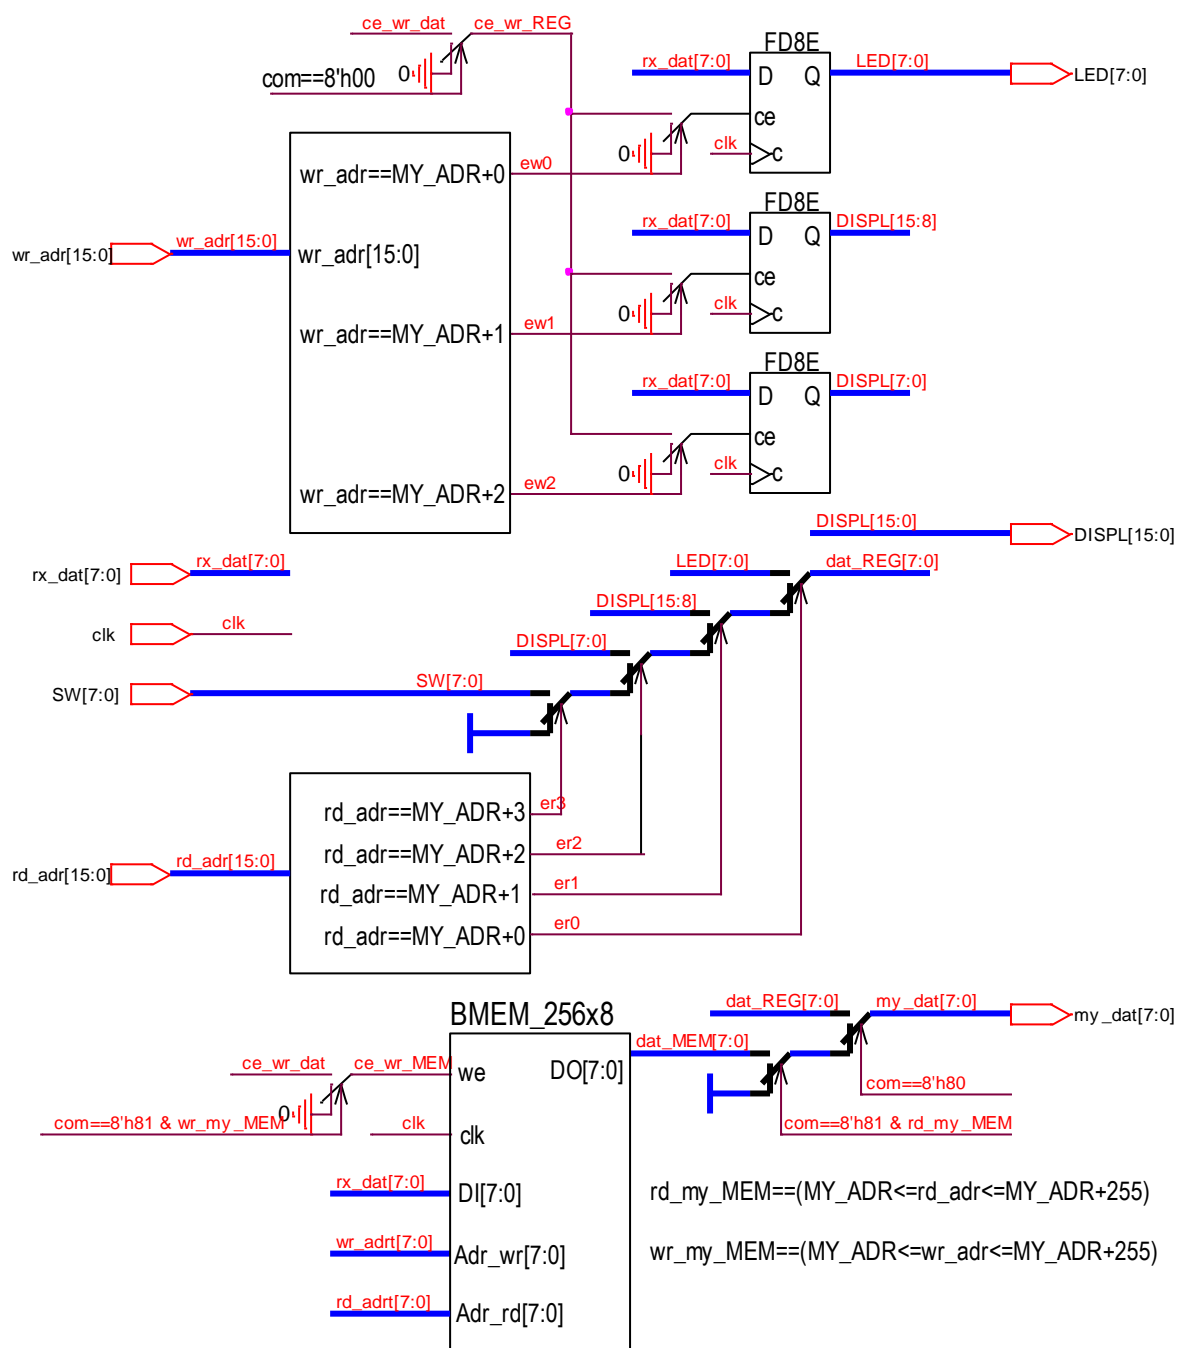

Рис.8 Пример структурной схемы модуля my_BLOCK
- 2.5 Начертить структурную схему модуля **my_BLOCK** (рис.8).
4.2 Составить на Verilog-е схему модуля my_BLOCK (см. рис.8) Создать модуль my_BLOCK. При необходимости провести моделирование его работы.